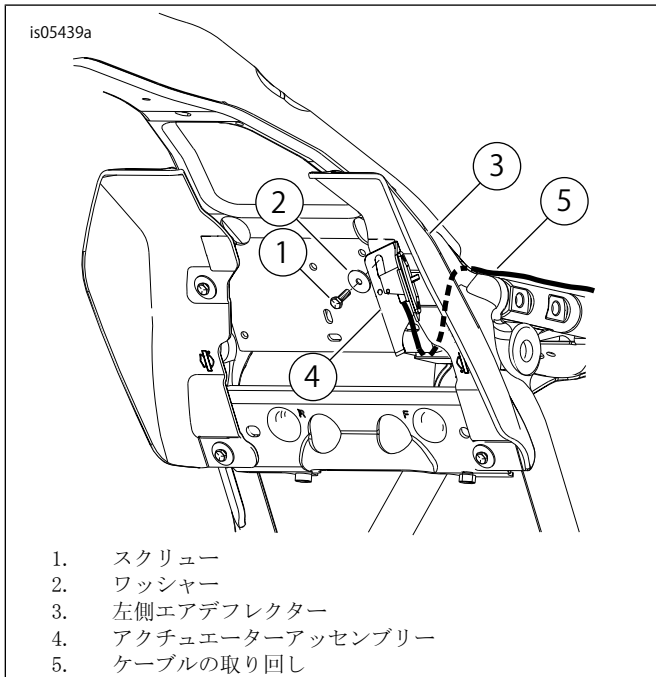

図5。ミッドフレームエアデフレクターを使用したアクチュエーターアッセンブリーの取り付け
3. 「図5」を参照。プラスチックスパークプラグワイヤークリップを、フレームプレートのアジャストメントハンドルブラケットが取り付けられる予定の場所にある穴から引き抜きます。プラスチックホースクリップを廃棄します。
- 8. 図5バックレストアジャストメントケーブルがマウントブラケットに接続されていないことを確認します。アクチュエーターアッセンブリーの端から始めて、バックレストケーブルをクロスメンバープレートの下から、フレーム(5)を通して取り回します。
10. 図5 アクチュエーターアッセンブリー(4)ブラケットの平らな面をワイヤーの後ろでスライドさせて、デフレクターのアップマウントホールをアジャストメントハンドルブラケットのスロットに合わせます。ブラケットのフック/ベントタブがクロスメンバープレートの端に噛み合っていることを確認します。位置が合ったら、スクリューとワッシャーを挿入して締めます。